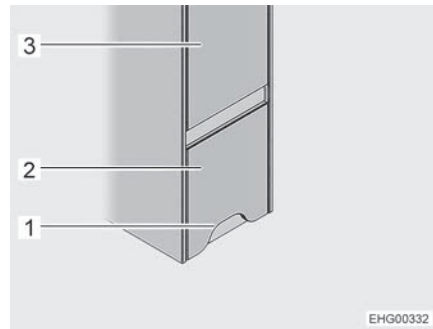
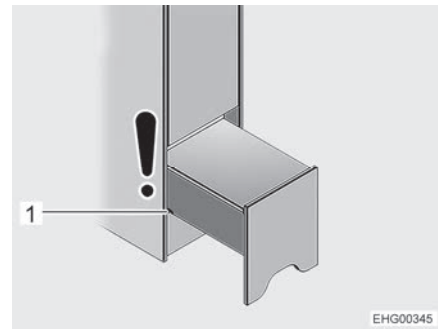

Fig. 80 Aide à la montée (fermée)
Fig. 81 Aide à la montée (position nocturne)
L'aide à la montée est montée du côté droit du véhicule, sous la penderie (Fig. 80,3) située devant le lit arrière.
- ▷ La porte du cabinet de toilette se trouve en face de l'aide à la montée. Tant que l'aide à la montée n'est pas entièrement sortie ("position nocturne", voir Fig. 81), la porte du cabinet de toilette peut encore être ouverte. Quand l'aide à la montée est entièrement sortie pour avoir accès au compartiment de rangement, la porte du cabinet de toilette ne peut plus être entièrement ouverte.
- Saisir l'aide à la montée (Fig. 80,2) par l'évidement (Fig. 80,1), soulever légèrement et ouvrir jusqu'à la première rainure (Fig. 81,1) (position nocturne).